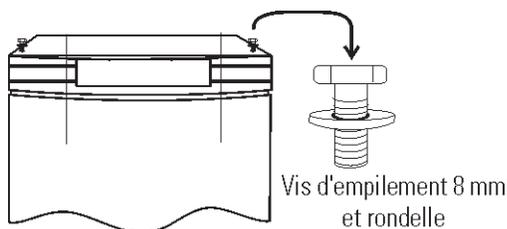

Figure 1-6. Orifices de vis
3. Retirez les deux bouchons en plastique des orifices de vis à l'extérieur du panneau supérieur de l'unité du bas. Insérez les vis d'empilement 5/16-18 de 12,7 mm dans les trous avec leurs rondelles. Ne les serrez pas pour l'instant. Reportez-vous Figure 1-6.